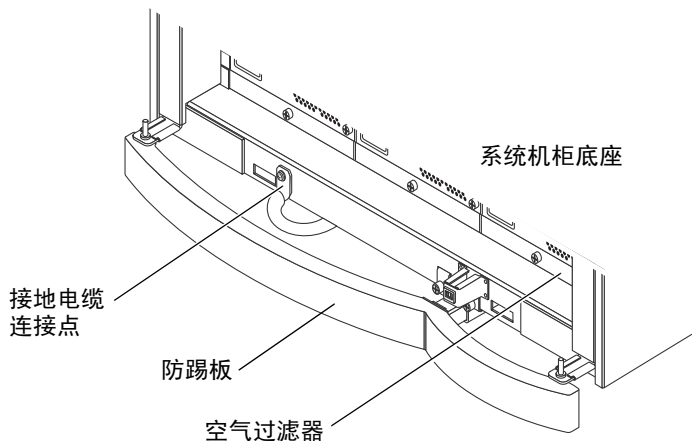

图 2-4 系统机柜上的接地电缆连接点
3. 如图 2-4 所示，将接地电缆连接到系统框架底座底部、防踢板后方的连接点。